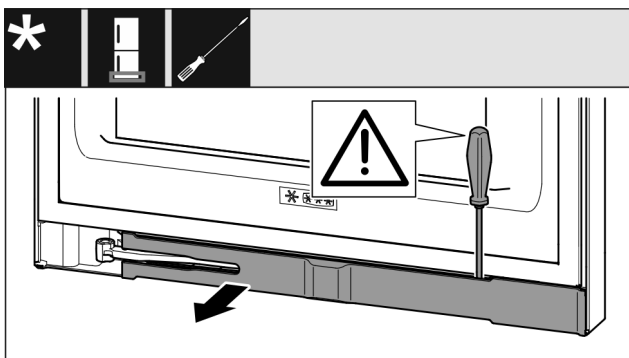

Fig. 13
- ▶ 使用带槽螺丝刀松开隔板并把它转到一边 Fig. 13 ()。